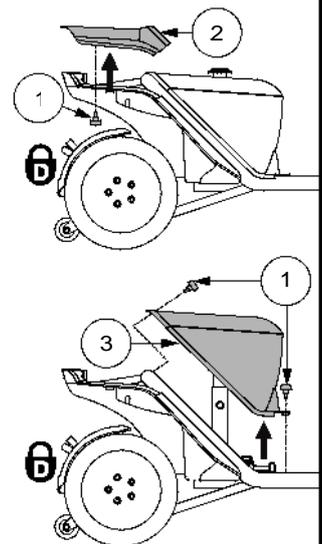

Abb. 11. Entfernung/Ersetzung der Abdeckung
1. Entfernen Sie den Sitz und die hintere Abdeckung. Siehe Abb. 11.
- a.) Entfernen Sie die Batterie Abdeckung indem Sie die zwei (2) Rändelschrauben, die es am Personal Elektromobil Rahmen befestigen, abschrauben und die Abdeckung hoch und vom Personal Elektromobil heben. Siehe Abb. 11.
- b.) Entfernen Sie die Batterie Abdeckung indem Sie die vier (4) Rändelschrauben, die es am Personal Elektromobil Rahmen befestigen, abschrauben und die Abdeckung hoch und vom Personal Elektromobil heben. Siehe Abb. 11.